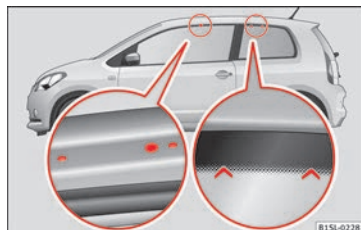

Fig. 141 Punti di fissaggio delle barre portacarico e del portapacchi sul tetto sui veicoli a due porte.
Veicoli a due porte: i fori e i contrassegni che indicano i punti di fissaggio per i supporti base anteriori si trovano sulla parte inferiore dei longheroni del tetto » **fig. 141** (immagine a sinistra ampliata). I fori e i contrassegni si vedono solo quando la porta è aperta. I contrassegni per il fissaggio dei supporti base posteriori si trovano sulla parte superiore dei finestrini » **fig. 141** (immagine a destra ampliata).
• **Le barre portacarico devono essere fissate esclusivamente ai punti indicati nell'illustrazione » **fig. 141**.**